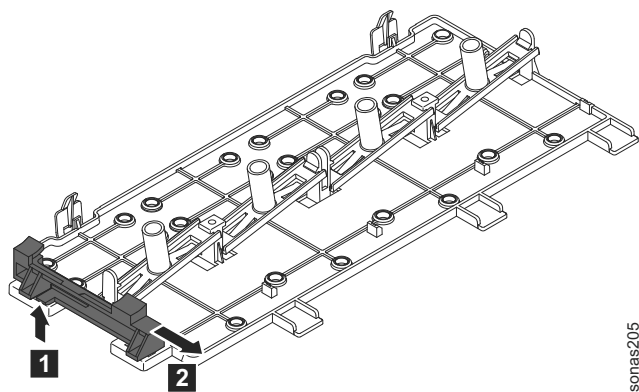

図 25. コントローラー背面の保持ブラケットの取り外し
- 2) 電源機構の上にあるバッテリー・ベイ内のコントローラー背面の保持ブラケットを取り外します。そのためには、解放タブを引き上げ **1**、ブラケットを外側に **2** スライドさせます。図 25 を参照。